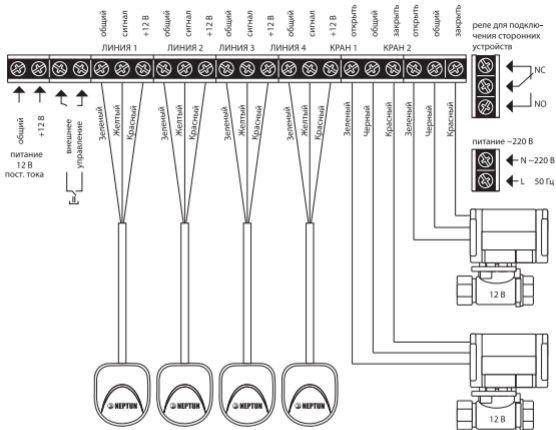

Рис. 3. Схема подключения кранов шаровых с электроприводом серии НС 12 В к модулю управления Neptun ProW
Модуль управления Neptun ProW имеет (см. рис. 3 на стр. 16):
- К модулю управления Neptun ProW подвести фазу и ноль согласно схеме подключения (рис. 3, 4 и 5), которая изображена на внутренней стороне крышки прибора.
4. Выполните соединение проводов в соответствии со схемой подключения, в зависимости от того, какие шаровые краны с электроприводом вы используете (рис. 3, 4 или 5). При необходимости, для ввода проводов в коммутационный отсек удалите пластиковую заглушку, расположенную в нижней части корпуса прибора при помощи отвёртки.